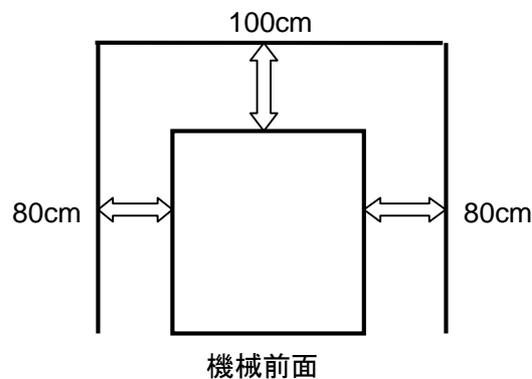

図 4-1
4.1 据付所要スペース(図 4-1)
機械の保守点検を行うため、機械周囲と壁、及び隣接する機械との間に(図 4-1)に示すスペースを確保すること。また、機械上部のスペースは、機械最上部より 1.8m 以上空け機械上部には物を置かないこと。